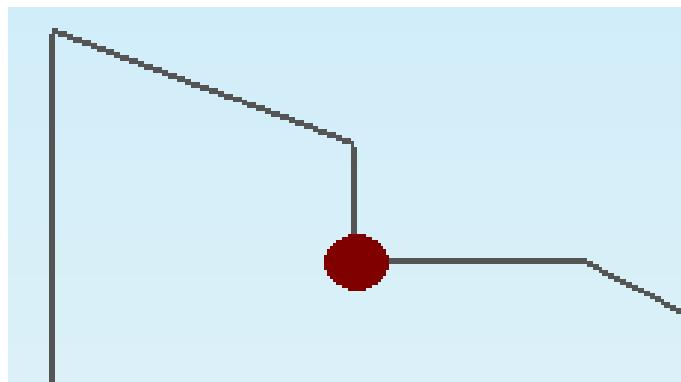

Рисунок 3. Выбор угла скругления
32. Укажите угол скругления см. рис. 3. И нажмите левую кнопку мыши.